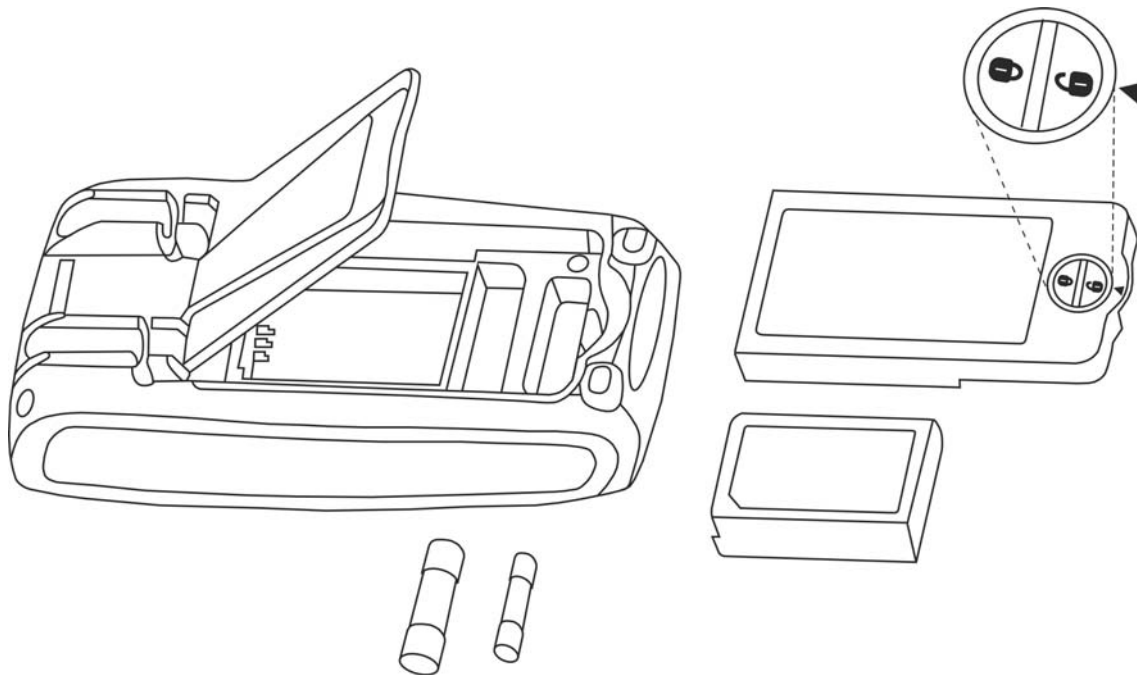

Fig. 34: Sustitución de los fusibles internos
2. Gire el tornillo de fijación de la tapa de la batería de la posición "I" a la posición "II" y retire la tapa (vea Fig. 34)